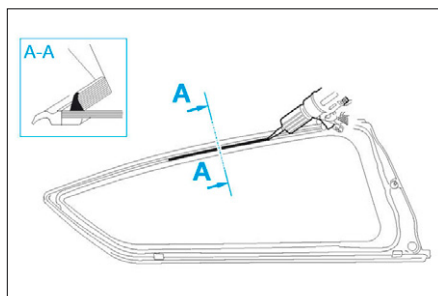

FIG. 58
- Appliquer un cordon de colle sur la custode comme illustré (Fig.58).